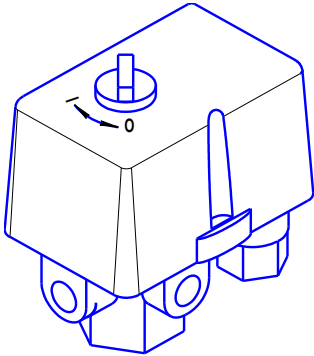

Bild 1
4. Schalten Sie den Kompressor mit dem Schalter auf dem Druckschalter an. Um dies zu tun, muss man den Schalter auf „I“ umschalten (siehe Bild 1).
- 1 Ausschalten mit dem Druckschalter. Dabei drehen Sie den Druckschalter auf die Position „O“ (**Bild 1**). Der elektrische Motor stoppt und Überdruck entweicht über das Entlastungsventil aus der Luftleitung und dem Kolbenzylinder.
- 1 Betätigen Sie den Schalter auf dem Druckschalter auf die Position „O“ (**Bild 1**).